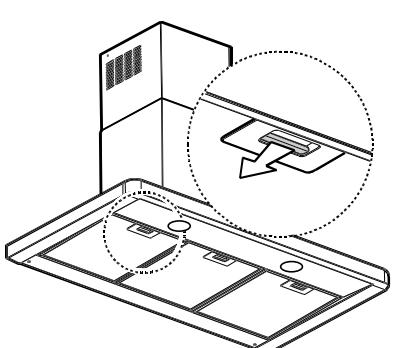

Fig. 2 - Abb. 2 - Obr. 2 - Afb. 2
Para desmontar el filtro antigrasa, tire de la manilla de desenganche con muelle primero hacia atrás y después hacia abajo. Fig 2.
- Quitar los filtros metálicos (**Fig. 2**).